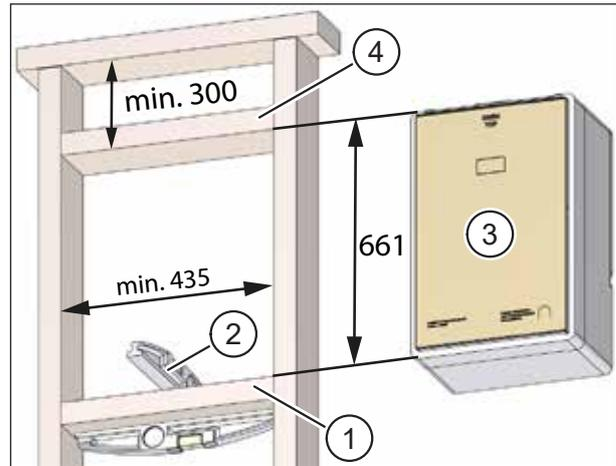

Abb. 45: Aufnahme für Montageset in Ständerkonstruktion erstellen – Maße in Millimeter
- Der untere Riegel (Pos. 1 in Abb. 45) dient als Auflager.
- ▶ Kontrollieren Sie mit einer Wasserwaage (Pos. 2 in Abb. 45), dass der untere Riegel exakt horizontal ausgerichtet ist. Nur so ist gewährleistet, dass eventuell anfallendes Kondensat durch das 2°-Rohrgefälle im Montageset (Pos. 3 in Abb. 45) nach außen abgeführt wird.
- Der obere Riegel (Pos. 4 in Abb. 45) dient zur Fixierung des Montagesets.
- Mit einem vertikalen Abstand von 661 mm zwischen unterem und oberem Riegel wird das Montageset optimal fixiert (siehe Abb. 45). Sie können das Montageset während der Befestigung der Riegel probeweise einsetzen, um sicherzugehen, dass das Montageset passgenau sitzt.